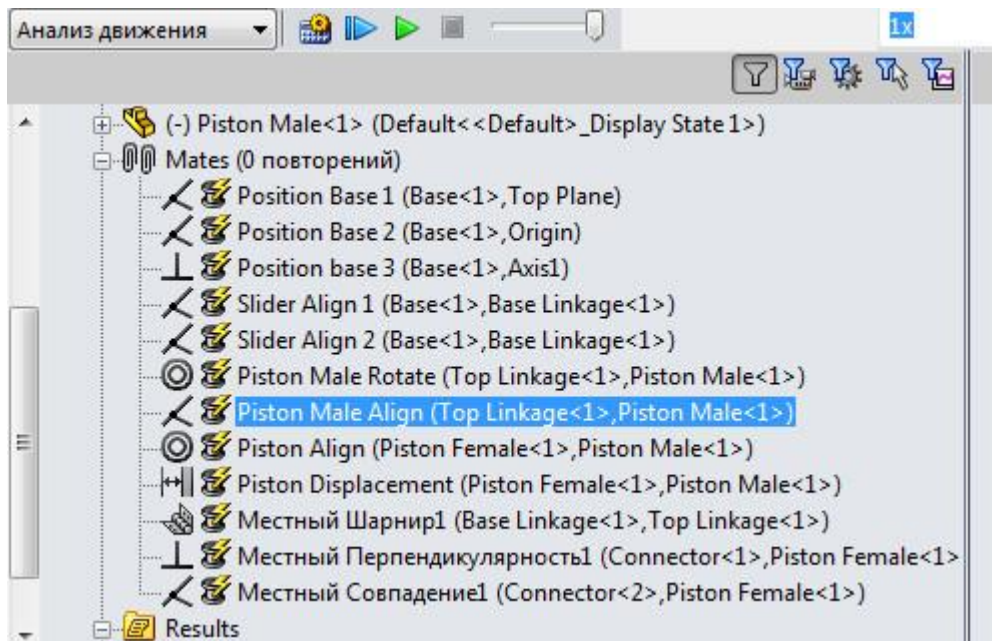

Рис. 26. Индикация использования податливых втулок.
2. Розгорніть **my_Piston Female** і виберіть **Точка1**. (рис. 26)
Значки змінених локальних спряжень обновляться для індикації заміни на автоматичні втулки (див. рис. 26).